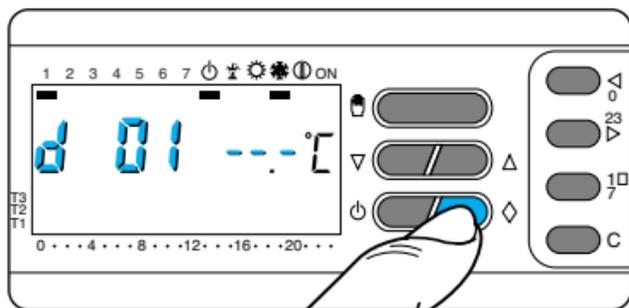

Fig. 71
13.7 - Premere due volte il pulsante  (fig. 71).